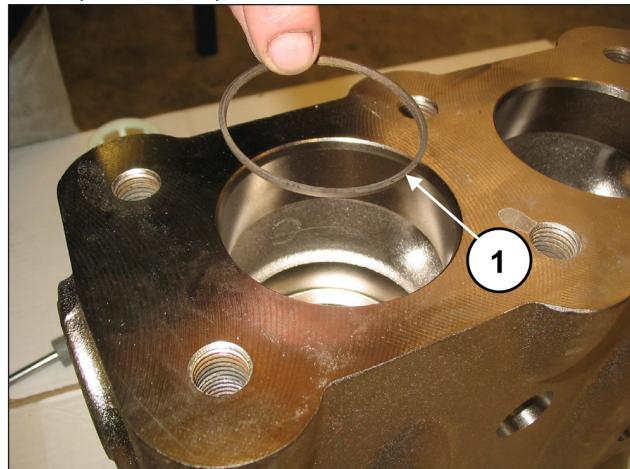

Рис. 119
Вставьте антиэкструзионное кольцо, поз. №4 на деталировочном чертеже (поз. ①, Рис. 119).